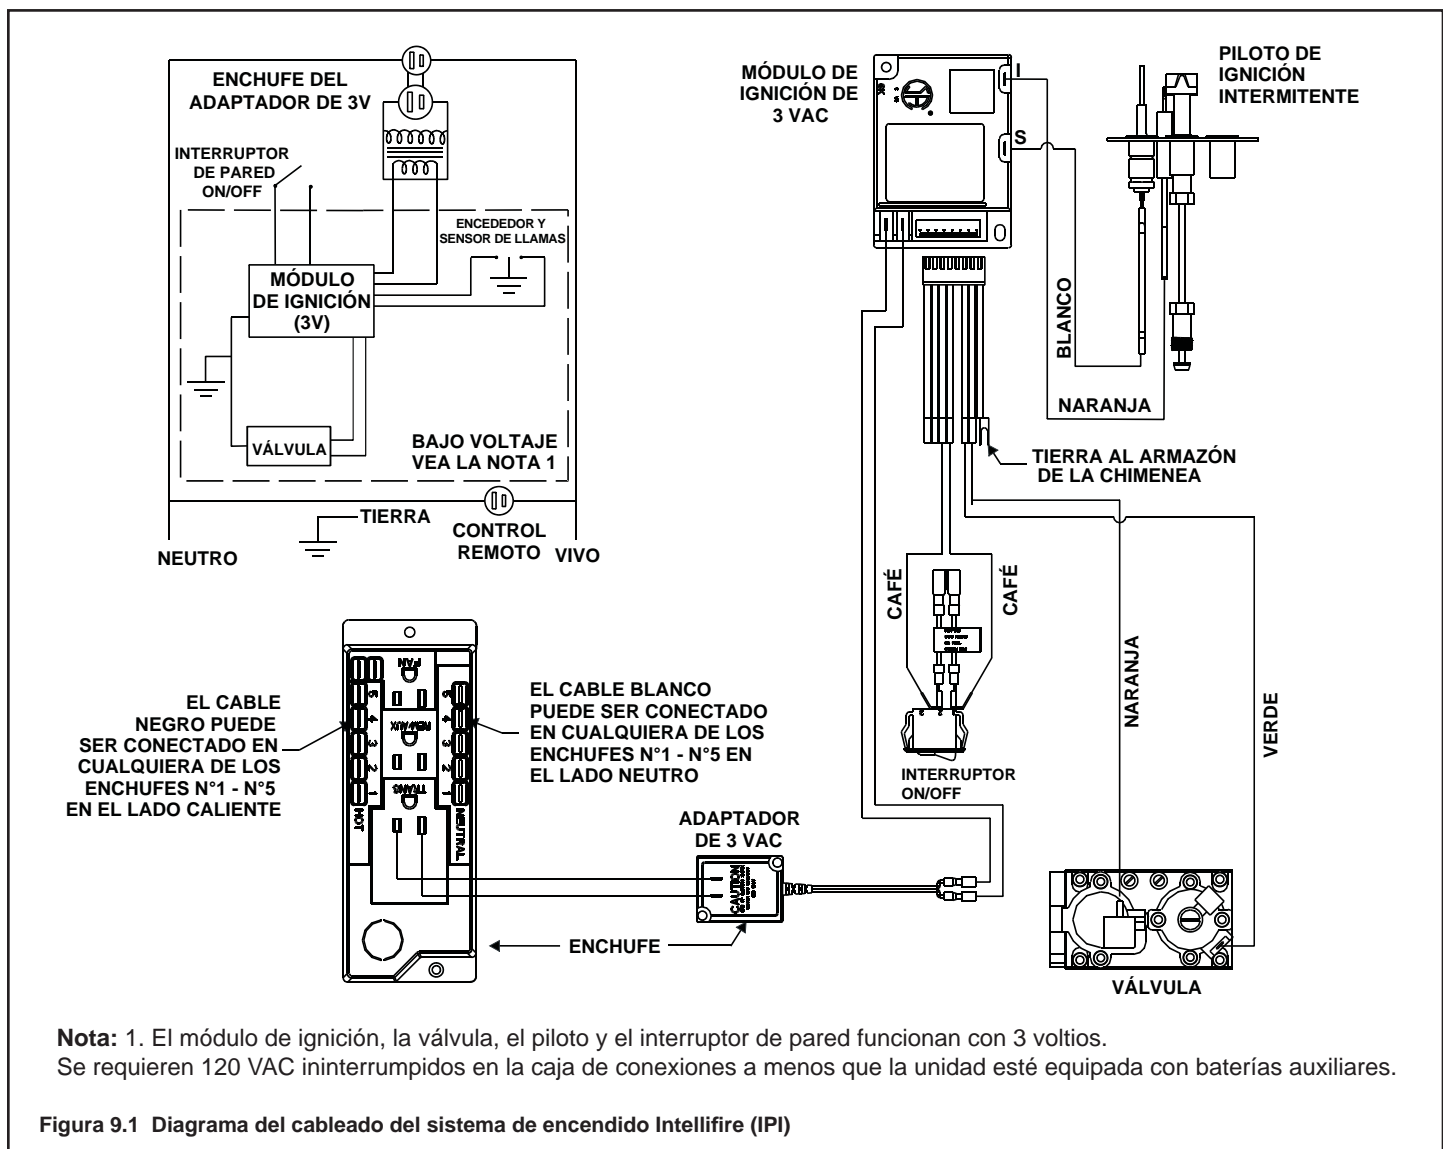

Figura 9.1 Diagrama del cableado del sistema de encendido Intellifire (IPI)
- Consulte la Figura 9.1, Diagrama del cableado del sistema de encendido Intellifire (IPI).